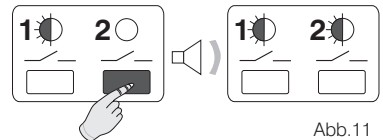

Abb. 11
- Die **Taste 2** gedrückt halten, bis ein akustisches Signal ertönt. Beide **LEDS** Blinken. Der Kanal 2 ist **nun vorbereitet, um dem Zeitthermostat "Master"** **unterstellt zu werden** (Abb. 11).